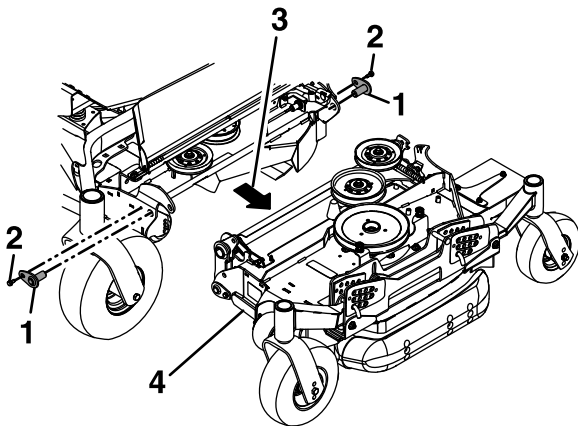

Figure 84
- Retirez et conservez les boulons qui fixent les axes de pivot supérieurs au tablier, et retirez les axes de pivot (Figure 84).
- Tirez le tablier latéral vers l'extérieur pour le séparer du tablier central (Figure 84).
Alignez et insérez les axes de pivot supérieurs à l'avant et l'arrière du tablier, et fixez-les en place avec les boulons retirés précédemment (voir Figure 84).